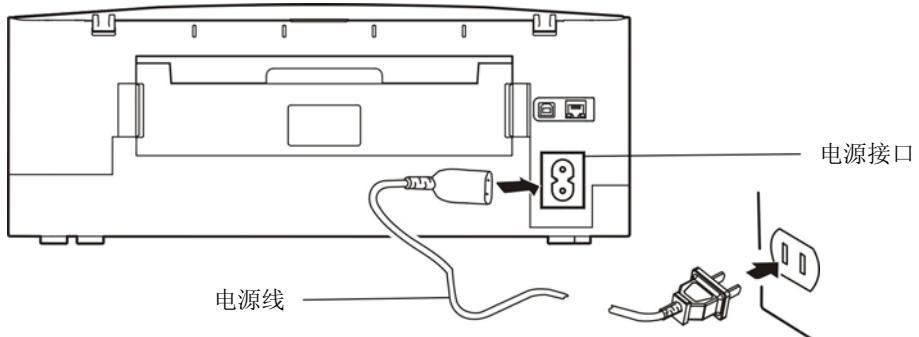

图 2-7 连接电源线
2. 如图 2-7 所示, 将电源线的一端插进打印机的电源接口。